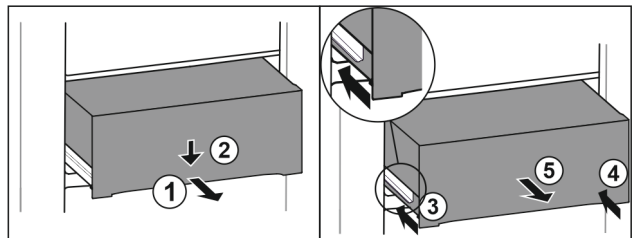

Fig. 137
- ▶ Schubfach halb herausziehen. Fig. 137 (1)
- ▶ Schubfach an der Vorderseite nach unten drücken. Fig. 137 (2)
- ▶ Linke Schiene etwa 2 cm einschieben. Fig. 137 (3)
- ▶ Rechte Schiene etwa 2 cm einschieben. Fig. 137 (4)
- ▶ Schubfach nach vorne entnehmen. Fig. 137 (5)